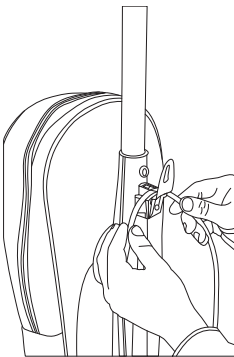

Fig. 5
2. Coloque el cable entre el gancho del cable y el tubo de la aspiradora (Fig. 5).